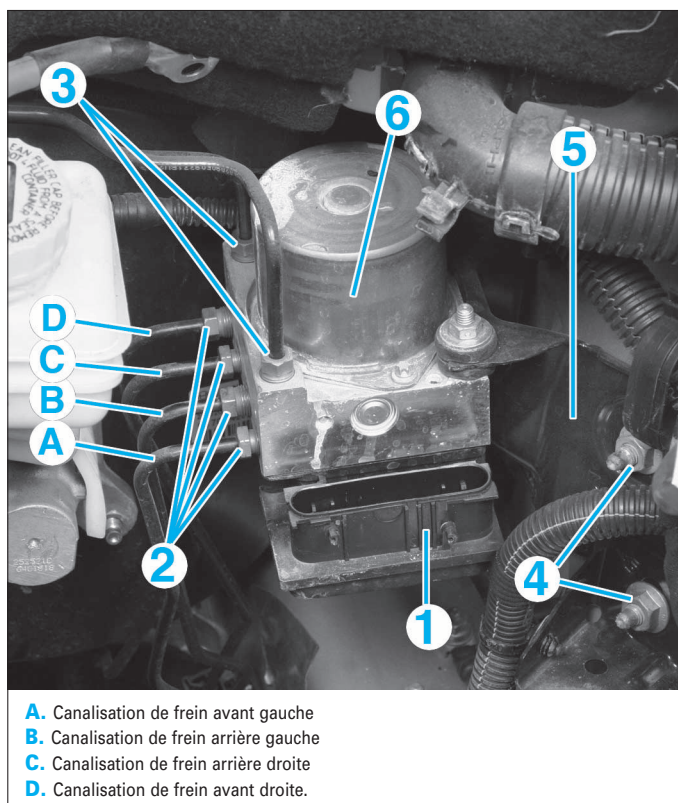

FIG. 16
- Débrancher le calculateur d'ABS (1) (Fig.16).
- Repérer les canalisations (2) de frein et (3) du maître-cylindre sur le bloc hydraulique puis les débrancher.
- Déposer les 2 écrous (4) de fixation du support (5).
- Déposer le bloc hydraulique (6).